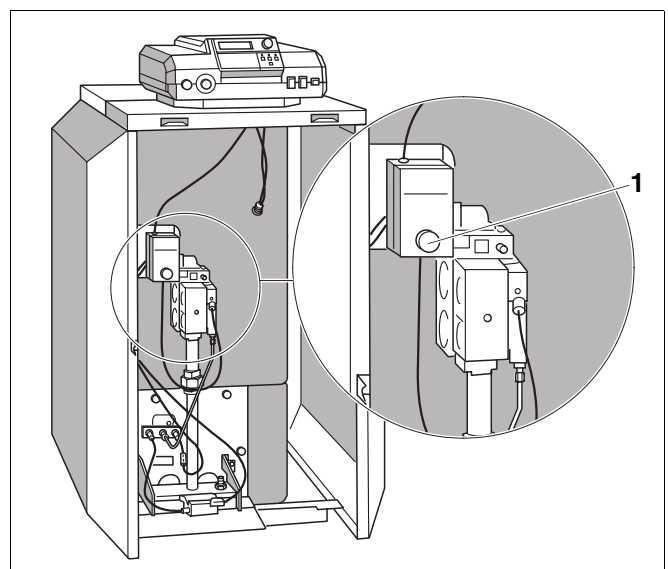

Abb. 36 Entstörtaster/Störlampe
- Leuchtet die Störlampe am Entstörtaster (Abb. 36, **Pos. 1**), Entstörtaster drücken.